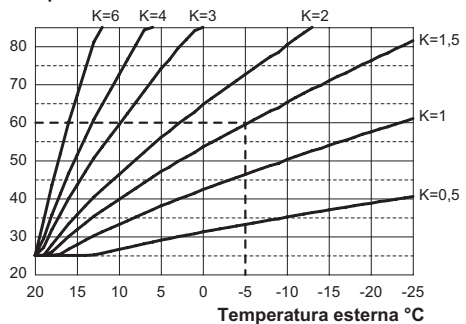

Figura 5.33
Se alla caldaia **È COLLEGATO** il comando remoto (opzionale) riferirsi alla Figura 5.33.
Quando si installa la sonda esterna bisogna impostare questo parametro in base al rendimento dell'impianto di riscaldamento per ottimizzare la temperatura di mandata (Figura 5.33).
Es. Per avere una temperatura di mandata all'impianto di riscaldamento di 60°C con una esterna di -5°C si deve settare un K di 1,5 (linea tratteggiata in Figura 5.33).
- Utilizzando i tasti 12 o 13 è possibile modificare il valore del parametro 15 da un minimo di **01** ad un massimo di **60** in base alla curva scelta del coefficiente K in Figura 5.33 (il valore letto sul display corrisponde a valori decimali di co-